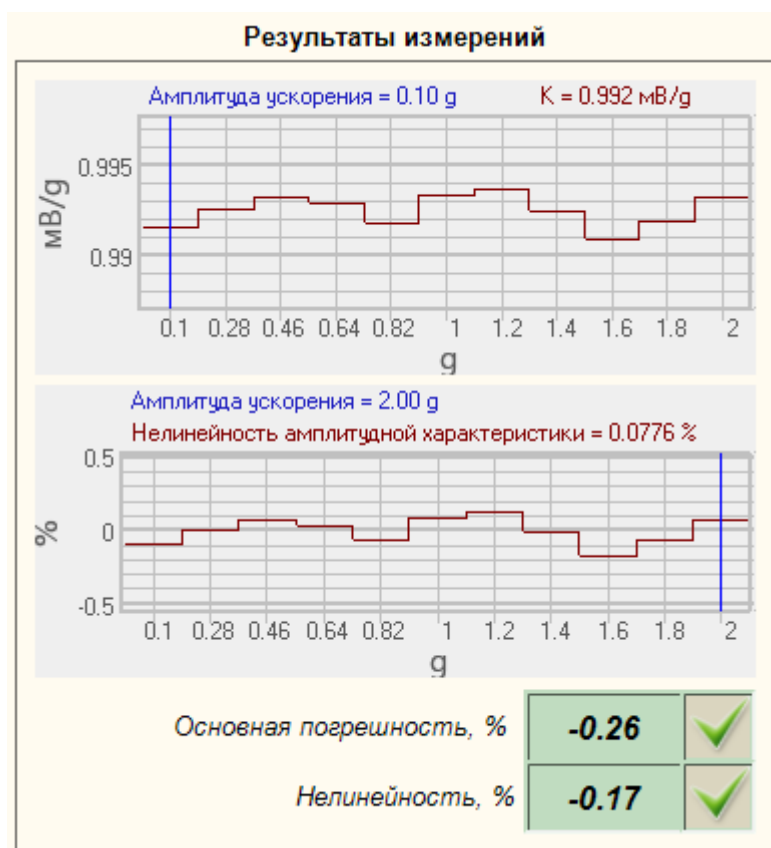

Рисунок 5.11 – Результаты измерений в амплитудном диапазоне
По результатам каждого измерения определяется основная погрешность вибропреобразователя ( $\delta_{ai}$ ) в процентах по формуле (3) и строится график «K(A)» (Рисунок 5.11).
Нелинейность амплитудной характеристики ( $\delta_a$ ) в процентах определяется по формуле (4) и строится график «Нелинейность амплитудной характеристики (А)» (Рисунок 5.11).